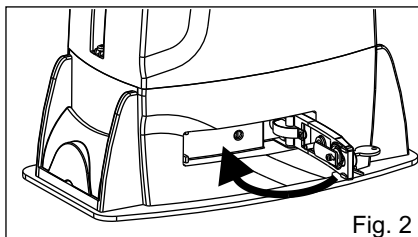

Fig. 2
2) Reestablecer el bloqueo mecánico (Fig.2).